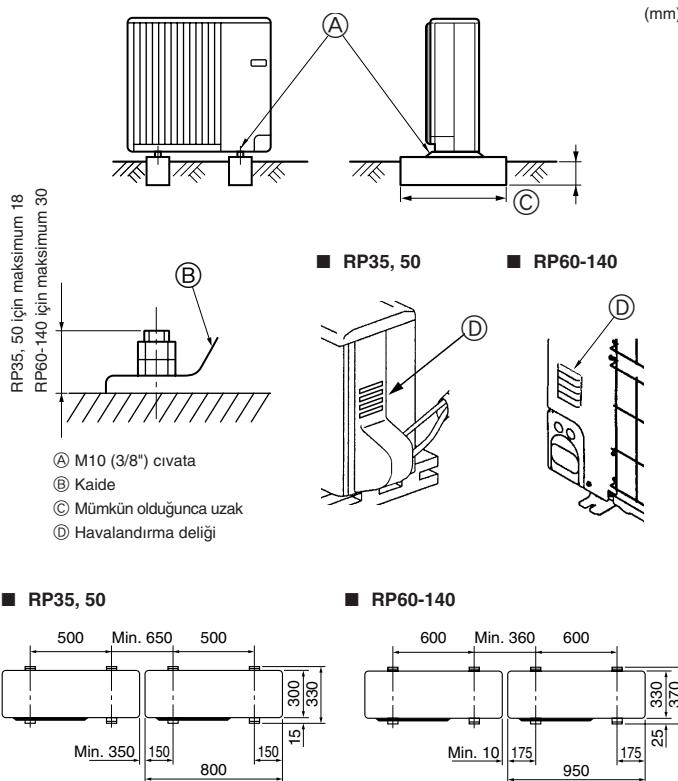

Fig. 3-1
• Ünitenin çalışması sırasında gürültü yapmaması için ünitesi mutlaka sağlam ve düz bir yüzeye monte edin. (Fig. 3-1)